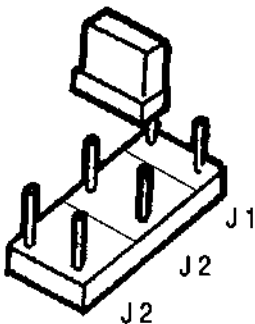

Abb. 9
Während der Aufrechterhaltungsphase muß sich die Brücke **J 3** der elektronischen Karte (**M 54**) in der Stellung "NON INSERITO" (nicht eingeschaltet) (Abb.9) befinden, um den Kompressorbetrieb (**M 57**) mit dem Rührwerkbetrieb (**M 52**) zu koppeln. Der Pasteur wird mit der Brücke **J 3** in der Stellung "INSERITO" (eingeschaltet) geliefert (Abb. 10). (Rührwerk durchgehend in Betrieb, unabhängig vom Kompressor).
- Es wird empfohlen die Brücke **J 1** nach Beendigung der Selbst-Diagnose wieder in die Ausgangsposition "nicht eingeschaltet" zu bringen (Abb. 9).